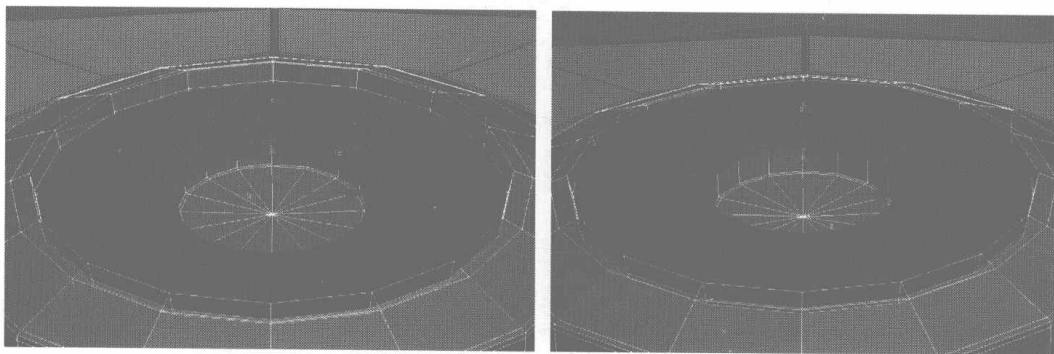

图 4.128
- 11** 选择如图 4.128 所示的面，沿 Z 轴向上移动，调整镜头外圈。